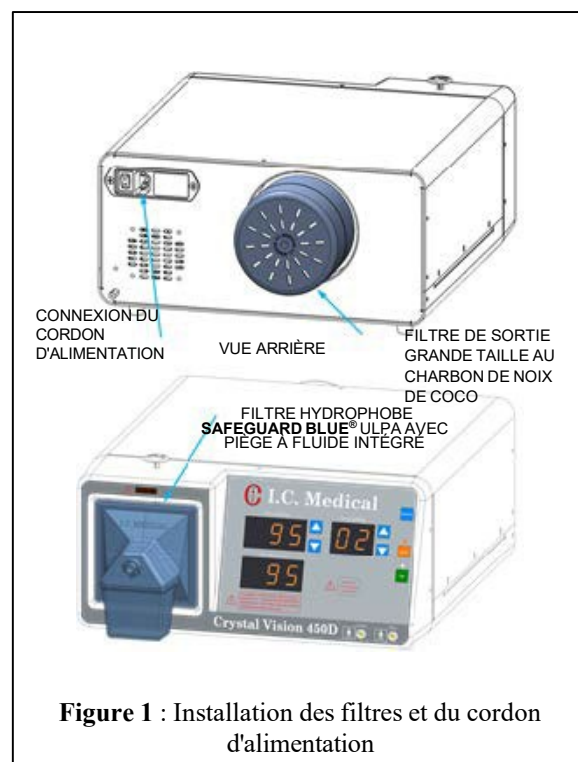

Figure 1 : Installation des filtres et du cordon d'alimentation
4. Reportez-vous à la Figure 1.